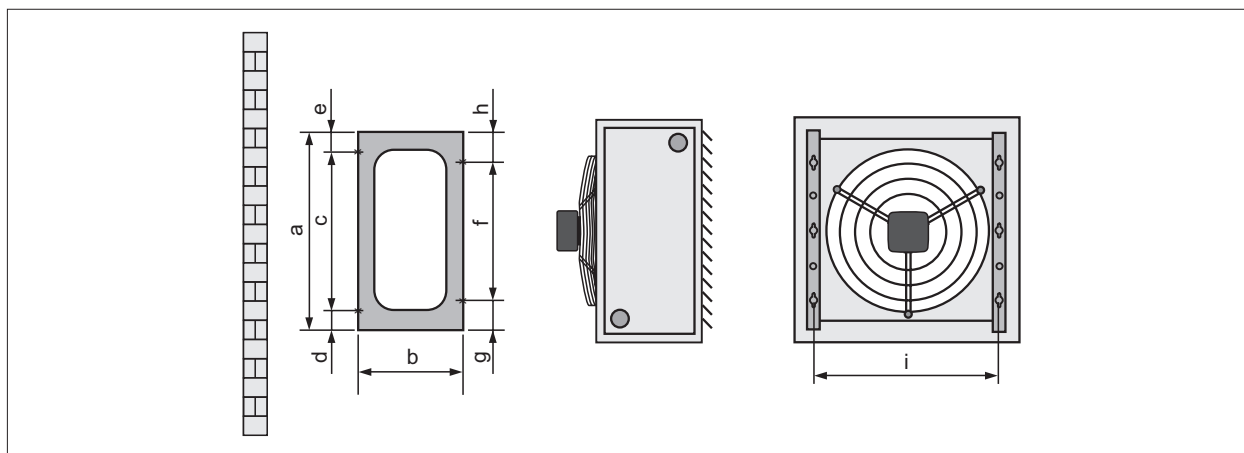

Abb. 5.5 Luftheizer mit Befestigungskonsolen an die Wand montieren
- ▶ Abb. 5.5 Luftheizer mit Befestigungskonsolen an die Wand montieren und Tab. 5.2 Abmessungen der Befestigungskonsolen beachten.